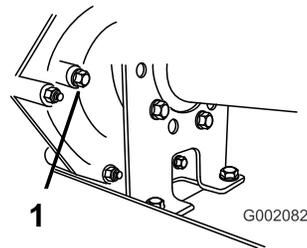

Figura 61
2. Retire el perno del orificio indicador del nivel (Figura 61).